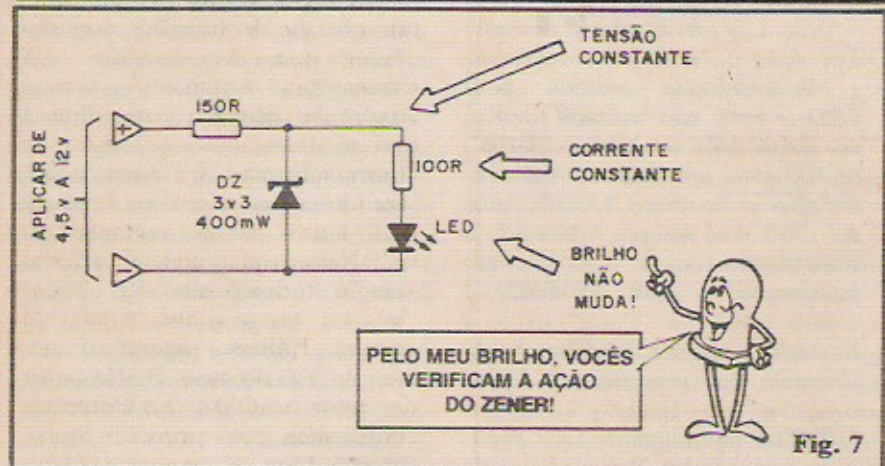

Fig. 7
- FIG. 7 - O esqueminha do circuito da EXPERIÊNCIA... Nada mais elementar, plenamente no "alcance do entendimento" dos Leitores/"Alunos" que seguem o ABC desde sua primeira "Aula"... À esquerda temos a Entrada de Alimentação, devidamente polarizada, que "aceitará" Tensões de 4,5 a 12V... Em seguida o arranjo básico zener/resistor, conforme estudado na parte Teórica, aí atrás... Finalmente, como módulo indicador, temos um LED, acompanhado do respectivo resistor limitador de corrente. Nenhuma complicação...